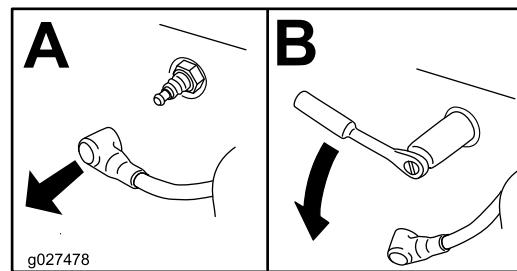

Figure 19
4. Déposez la (les) bougie(s) comme montré à la Figure 19.